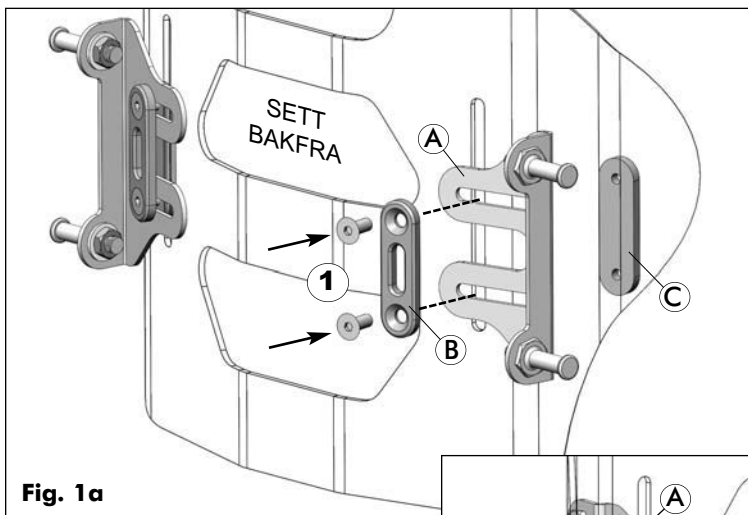

Fig. 1a
- 1 Arbeid fra én side av rygglenet, og monter festebraketten for hurtigkobling (A) på Matr[®] MX2-rygglenet på følgende måte:
- Rett inn underlagsskiven (B) etter sporene i festebraketten (A), og stikk skruene gjennom begge komponentene (1); (se fig. 1a (s. 18))